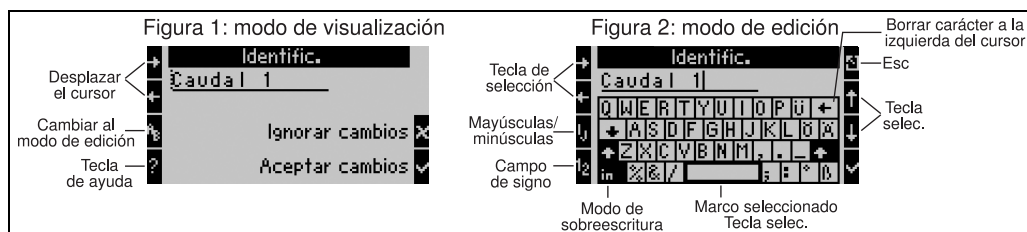

Fig. 18: Ej.: editar una designación con el teclado Palm
1. Desplazar con las teclas de flecha el cursor a la derecha del carácter donde se desea introducir un nuevo carácter. En caso de querer eliminar el texto completo y escribir de nuevo, desplazar el cursor completamente hacia la derecha. (v. Fig. 18, figura 1)
3. Con las teclas ij/IJ y ½ seleccionar el teclado con letras mayúsculas o minúsculas. (v. Fig. 18, figura 2)
4. Seleccionar la tecla deseada con la ayuda de las teclas flecha y confirmar con el signo de verificación. En caso de querer eliminar el texto, seleccionar la tecla superior derecha. (v. Fig. 18, figura 2)
6. Pulsar la tecla Esc para cambiar del modo de edición al modo de visualización y adoptar la modificación con la tecla del signo de verificación. (v. Fig. 18, figura 1)
- En el modo de edición (v. Fig. 18, figura 2) no se puede mover el cursor. Cambie con la tecla Esc a la ventana anterior (v. Fig. 18, figura 1) para mover el cursor sobre el carácter que quiera modificar. Vuelva a pulsar la tecla AB.